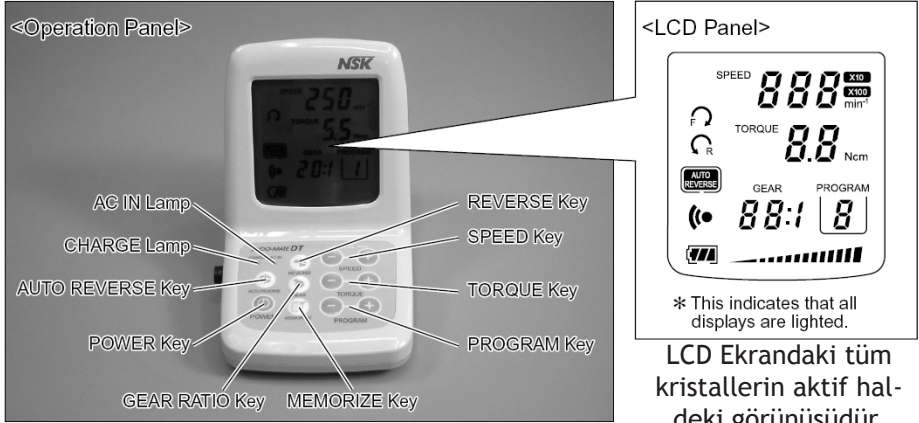

Fig. 2
- Bkz.Fig. 2 “Operasyon paneli ve LCD panel”